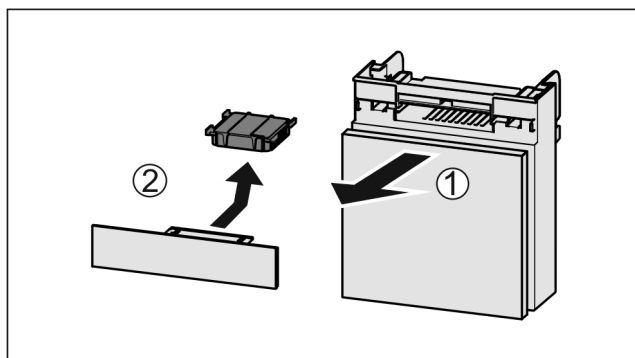

Fig. 161
- Zásuvku vytáhněte dopředu Fig. 161 (1).
- Filtr s aktivním uhlím vyjměte Fig. 161 (2).